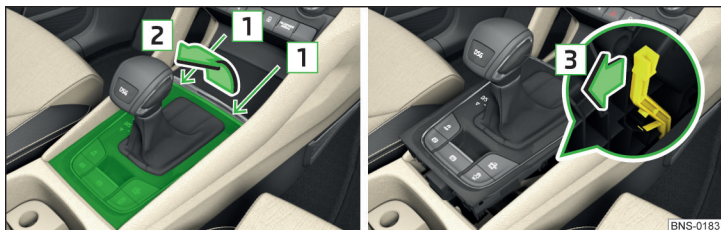

Fig. 357 Démontez le cache / déverrouillez le levier sélecteur
- › fig. 357 et soulever le cache dans le sens de la flèche **2**.